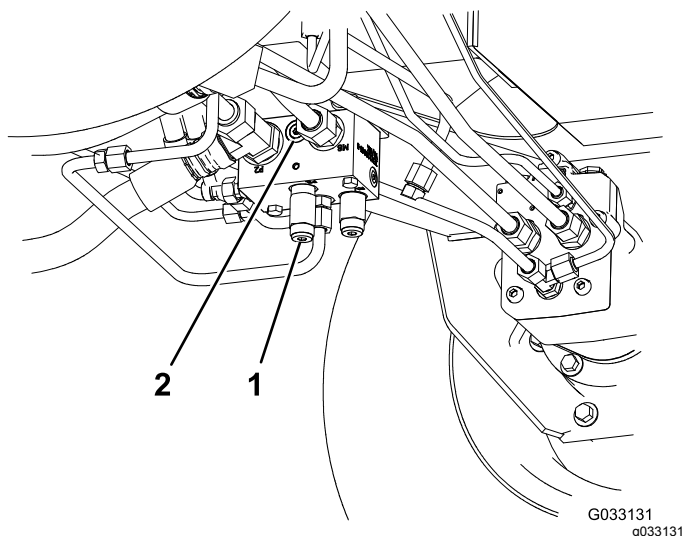

Figura 38
- Peça Toro No. 95-0985, encaixe do acoplador (2)
- Peça Toro No. 340-77, encaixe hidráulico (2)
1. Instale um encaixe de diagnóstico na porta não assinalada que se encontra entre as portas M8 e P2 no coletor da tração traseiro (Figura 38).